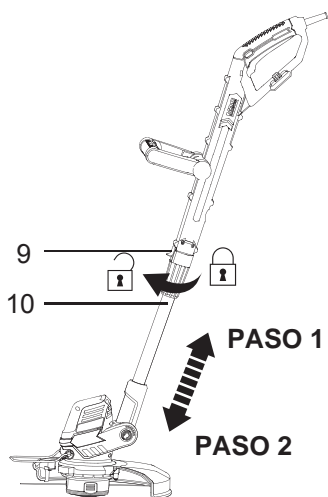

Fig.10
- > Afloje el manguito de fijación (9) girando a la derecha.
- > Tire del brazo telescópico (10) hasta la longitud deseada. (Fig.10)